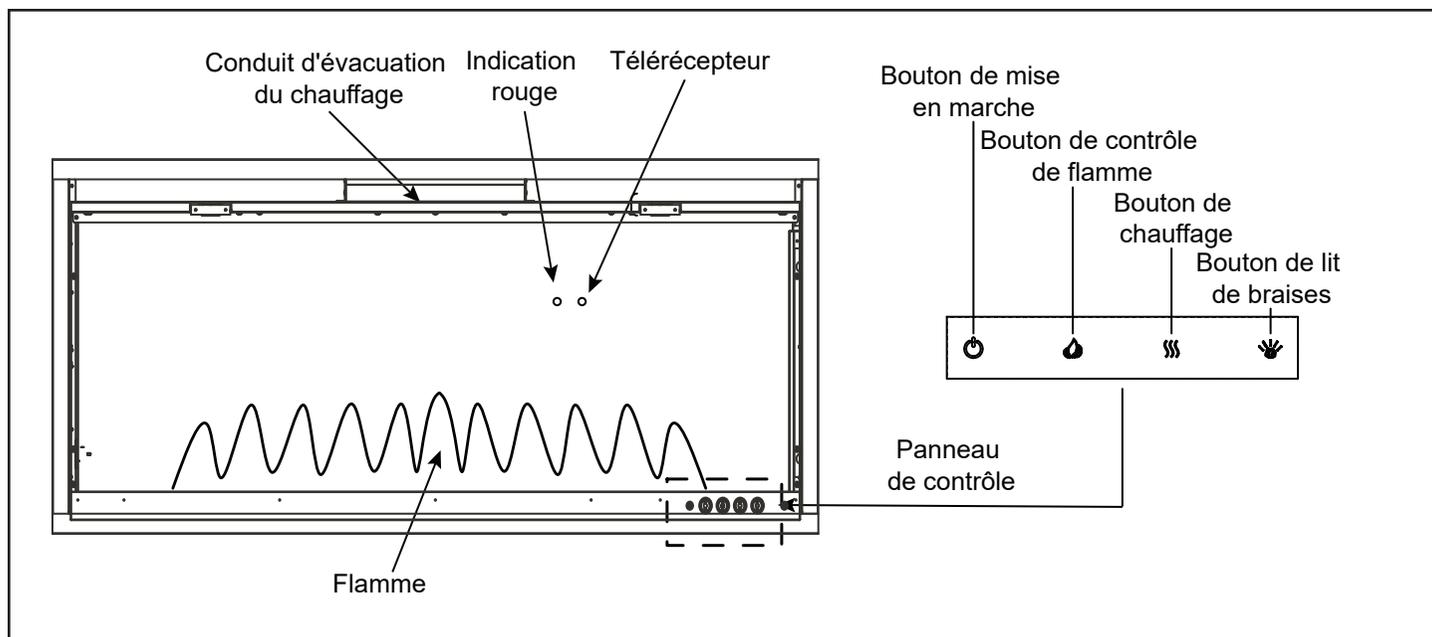

Figure 5.1 Commutateurs à commande manuelle
L'appareil peut être utilisé par télécommande et par bouton manuel. Une fois que l'appareil est correctement branché sur une prise électrique mise à la terre, allumez le bouton de mise en marche principal situé en bas à droite de l'appareil. Un bip doit être entendu après la mise sous tension initiale. Voir la figure 5.1.
- La télécommande doit se situer à environ 4,9 m (16 pi) et être pointée directement sur le devant de l'appareil. Pour de meilleurs résultats, pointez la télécommande vers l'emplacement du récepteur distant. Voir la figure 5.1.